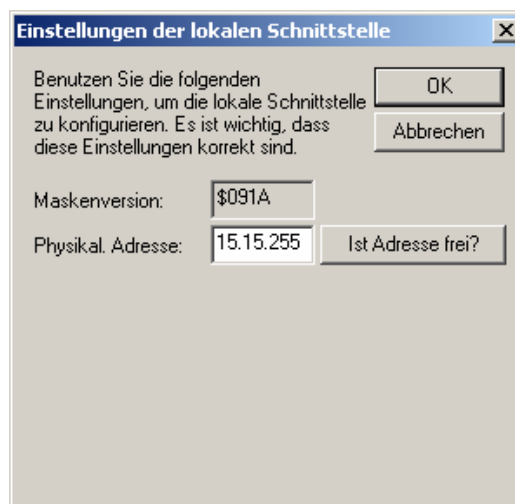

Bild 10: Einstellungen der lokalen Schnittstelle
7. Die Einstellungen der lokalen Schnittstelle öffnen sich (vgl. Bild 10). In das Feld "Physikalische Adresse" muss nun die physikalische Adresse der IP-Datenschnittstelle eingetragen werden. Es ist darauf zu achten, dass die Adresse von keinem anderen Gerät im ETS-Projekt verwendet wird (ggf. Prüfung durch die ETS 3 "Ist Adresse frei?"). Nach einer erfolgreichen Adressvergabe sollte im ETS-Projekt an der topologisch richtigen Stelle ein Dummy-Gerät eingefügt werden.